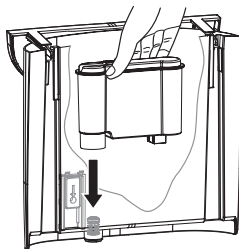

Abb. 2: Wasserfilter einsetzen
7. Setzen Sie, wenn gewünscht, den Wasserfilter in den Wassertank (Abb. 2) ein.